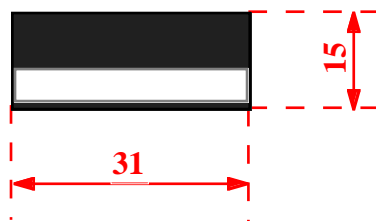

FIGURA C5: DIMENSIONI DELL'ETICHETTA DI PERSONALIZZAZIONE
- 3) Ora la tastiera è pronta per l'inserimento dell'etichetta di personalizzazione; questa deve essere introdotta, dall'alto, sfruttando l'apposita finestra presente nella parte posteriore del pannello tastiera, come illustrato nella figura seguente. Da notare che, come previsto in figura C5, le dimensioni dell'etichetta devono essere superiori a quelle della relativa finestra in modo da facilitare l'inserimento e l'estrazione.